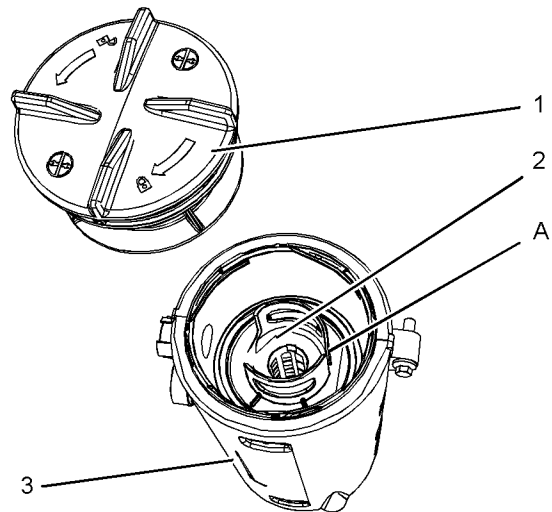

図 79
5. 新しいフィルタエレメントをブリーザのボディ(3)に取り付け、位置(A)が合うようにフィルタエレメントの向きを合わせます。図79を参照してください。フィルタエレメントの位置(A)をキャップの位置(B)に合わせます。